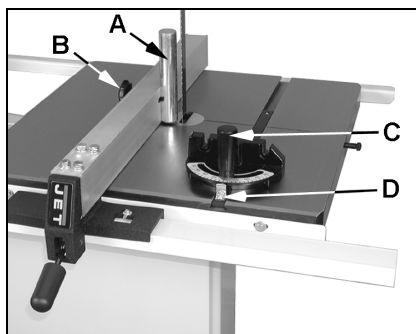

Fig 8
Monter la butée (A, Fig 8) avec la vis de la poignée étoile (B) à la hauteur de la denture de la lame de scie
La boîte à vitesses a deux positions, réglables avec le levier (D, Fig 8).